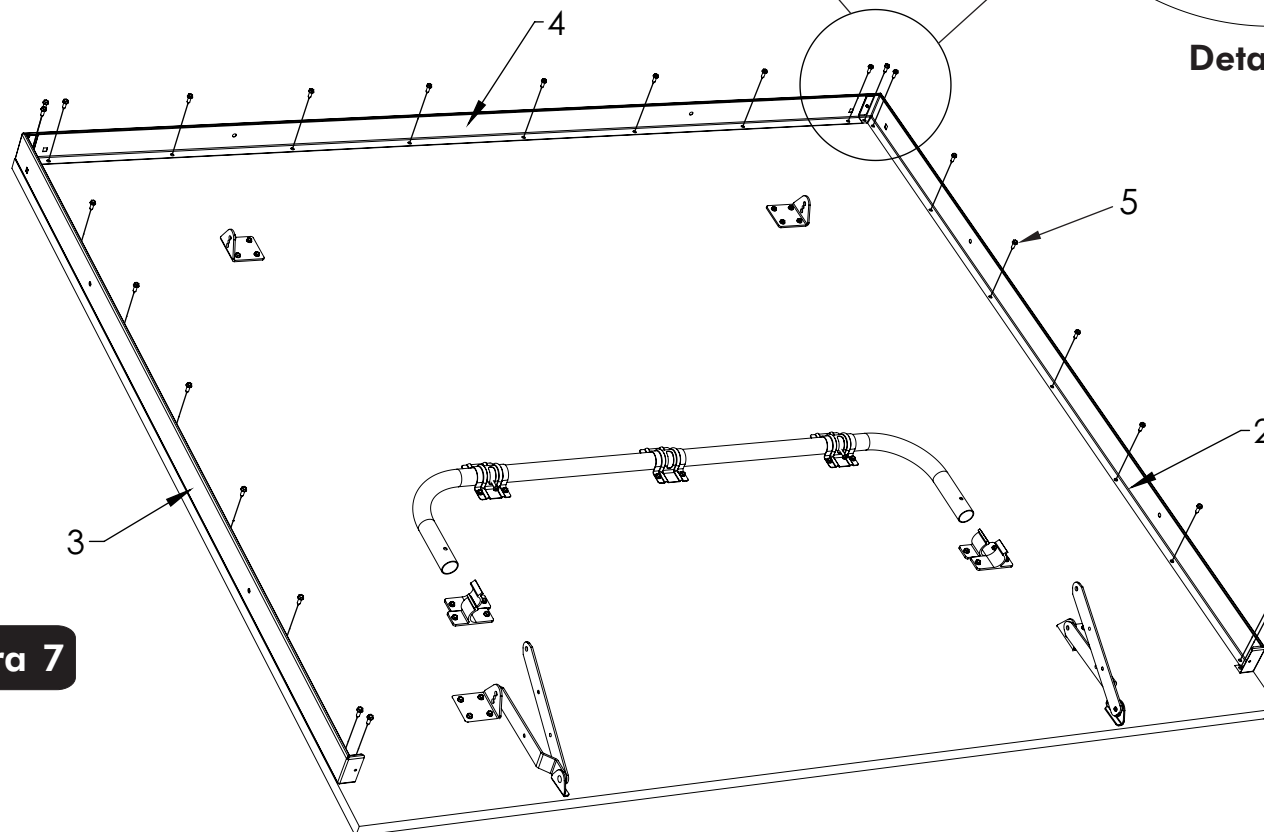

Figura 7
11. Coloque los Rieles (#2, 3 y 4) en los bordes del tablero. Vea la **Figura 7**.
Nota: Asegúrese de que los orificios cuadrados en los rieles laterales (#2 y #3) se encuentran como se muestra en la **Figura 7**, en el **Detalle E & F**.
13. Alinee los orificios de los rieles con los orificios de guía de la base del tablero y asegurelos utilizando los Tornillos (#5). Ver la **Figura 7** y el **Detalle F**.